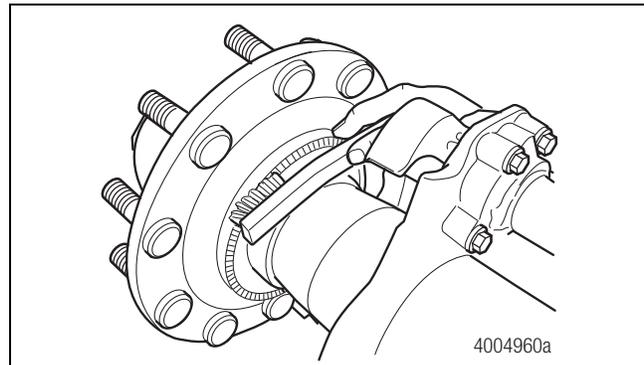

Figura 3.13
7. Si usted va a utilizar la maza de nuevo, limpie la parte posterior de la maza para evitar que penetren contaminantes en el sello a la hora de retirar la maza. Figura 3.13.